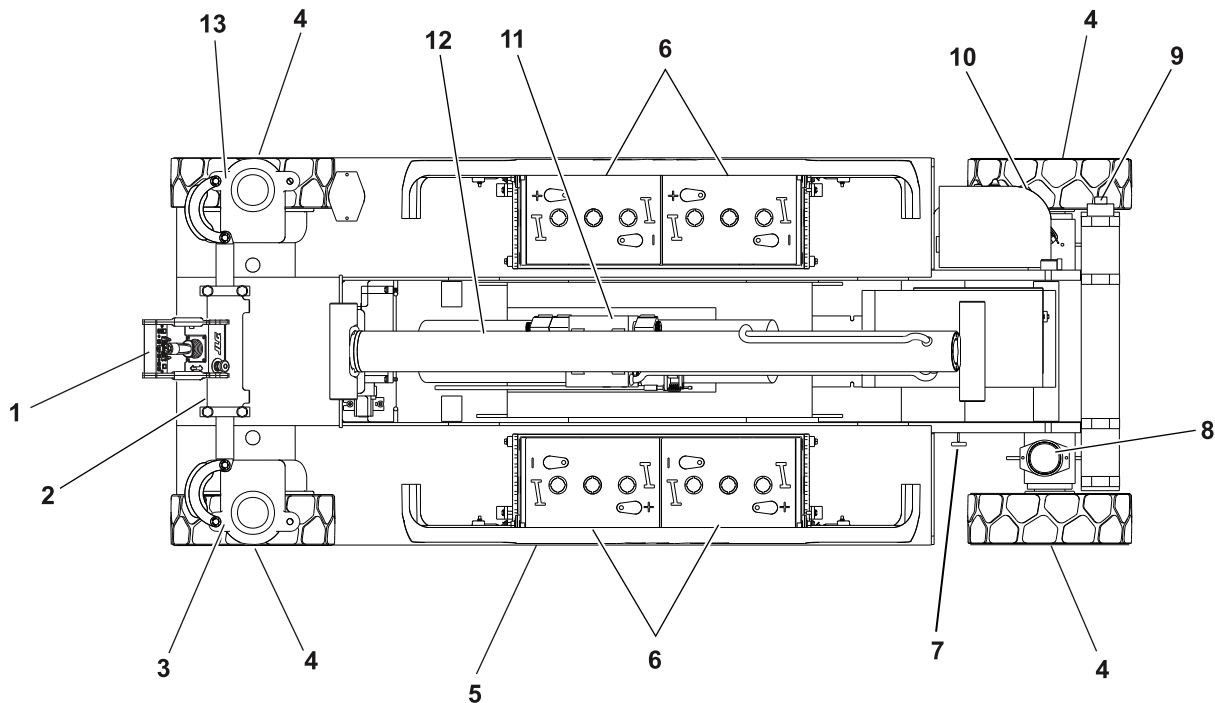

Рис. 2-1. Ежедневный обход — лист 1 из 2
- 5. Обход машины** — см. рис. 2-1